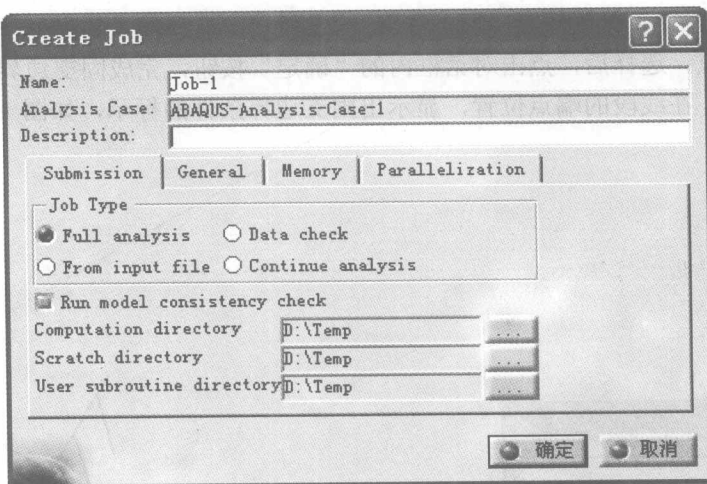

图 1-28 Creat Job 生成分析工作对话框
(11) 生成分析工作。点击的 Creat Job 生成分析工作图标 ，出现 Creat Job 生成分析工作对话框，如图 1-28 所示。按照对话框内的默认设置，生成分析工作，点击 Creat Job 生成分析工作对话框内的“确定”按钮，完成分析工作生成，并关闭该对话框。在左边的模型树中生成分析工作 Job.1，如图 1-29 所示。